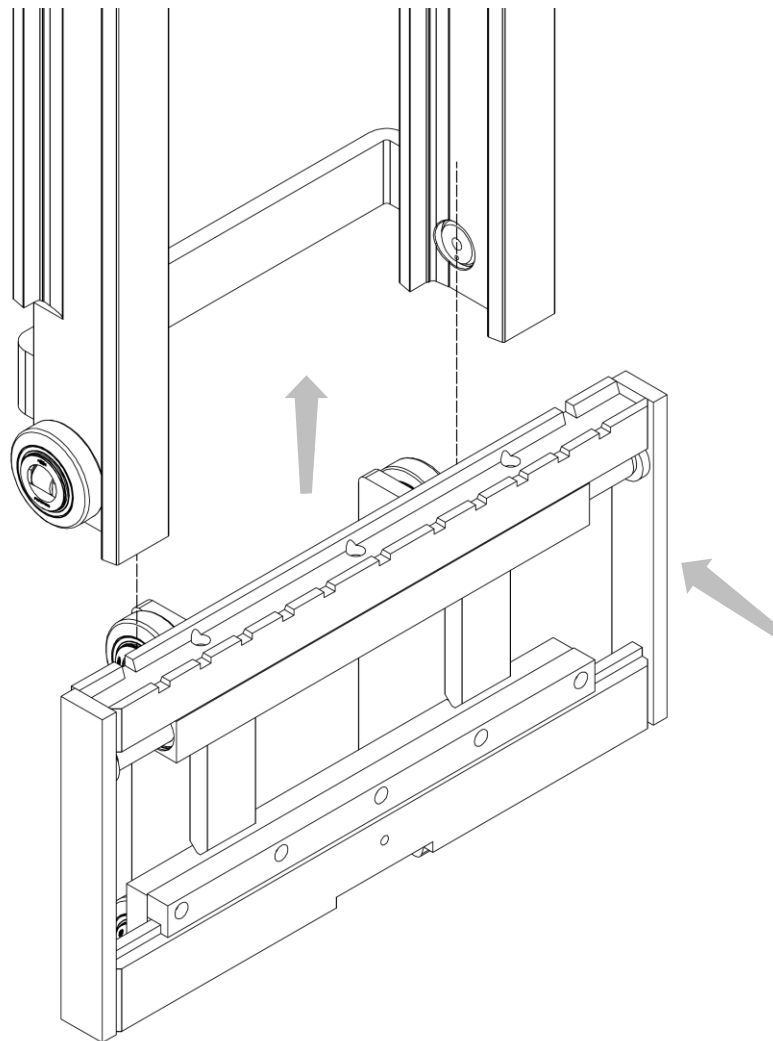

Abbildung 8
15. Bauen Sie das Anbaugerät in dem Hubmast ein, indem Sie die Rollen in die entsprechenden Gleitführungen einziehen; danach befestigen Sie die Ketten in den Löchern der Seitenwangen gemäß der vom Hubmasthersteller vorgesehenen Art und Weise (siehe *Abbildung 8*).